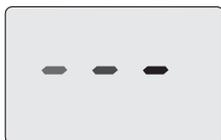
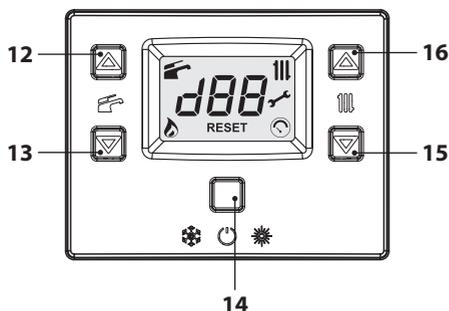

Figura 6.5
Figura 6.6
- Alimentare elettricamente la caldaia azionando l'interruttore bipolare previsto in installazione. Il display LCD visualizza il simbolo  (i trattini vengono accesi in sequenza per simulare uno scorrimento) (Figura 6.5).
- Tenere premuto per 2 secondi il tasto 14 fino a far apparire sul display entrambe i simboli  e  (Figura 6.6).
- Spegnere la caldaia tenendo premuto per 2 secondi il tasto 14 (Figura 6.6) fino a far apparire sul display LCD il simbolo  (i trattini vengono accesi in sequenza per simulare uno scorrimento) (Figura 6.5).